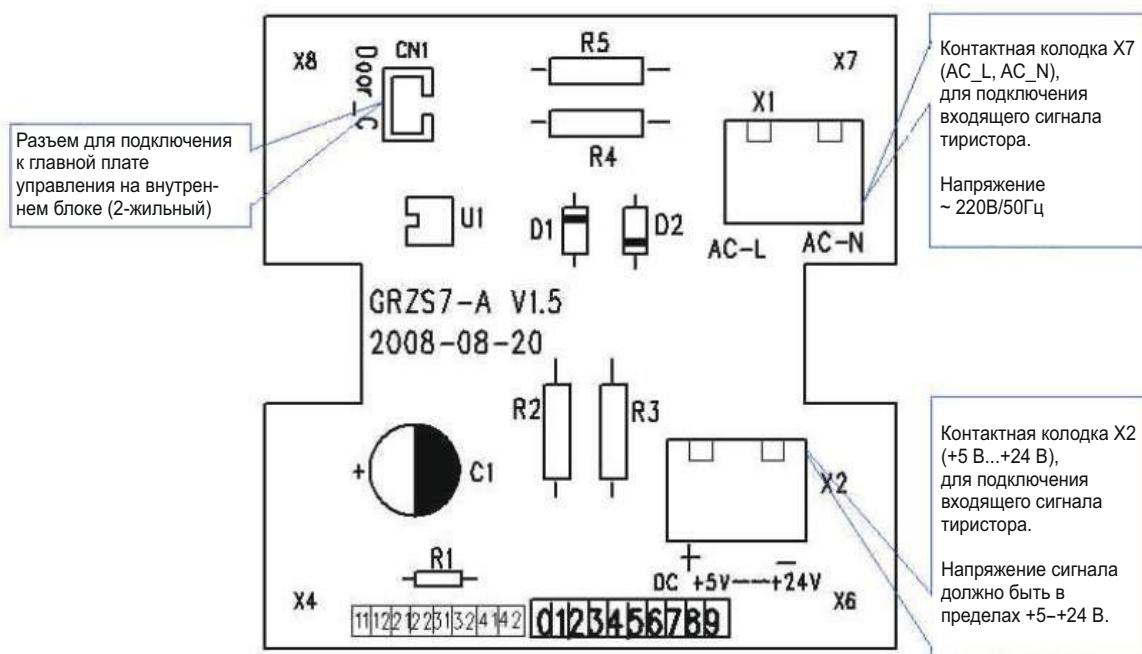

Рис. 7.36
7.5.13.9 Схема разъемов блока ключ-карты MK03 (рис. 7.36).